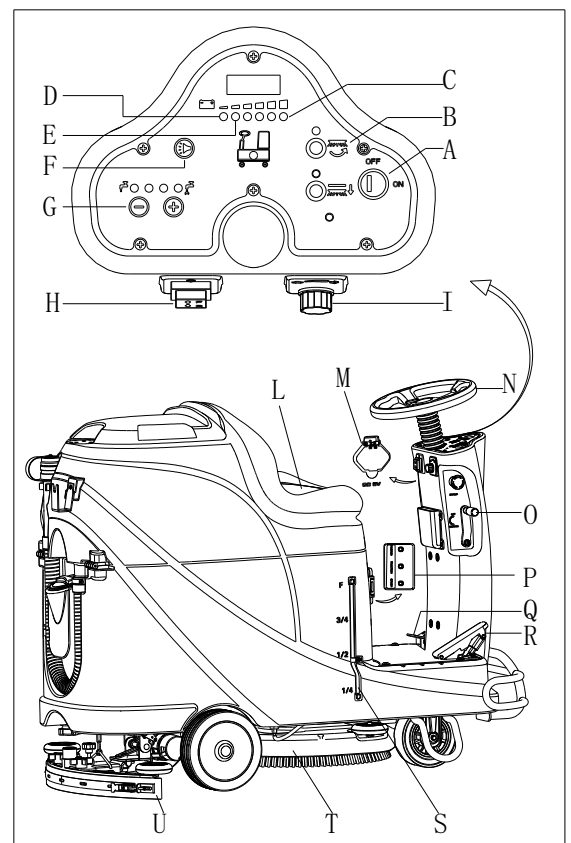

Figure 10
2. S'asseoir sur le siège (L, Figure 10), insérer la clé de contact (A) et la tourner vers « marche ». Si le voyant vert (C) est allumé, les batteries sont complètement chargées pour utilisation. Si le voyant jaune (E) ou le voyant rouge (D) est allumé, les batteries doivent être chargées avant de faire fonctionner la machine. [Se référer au chapitre ENTRETIEN pour la charge des batteries].
11. Desserrer la pédale d'accélération (R, Figure 10), la machine cesse de fonctionner.
12. Appuyer sur le bouton de la brosse (B) pour arrêter le moteur de la brosse.
13. Soulever l'ensemble de brosse (T) en appuyant sur la pédale (Q).
14. Soulever l'ensemble de raclette (U) par le levier de levage / de descente de la raclette (O) et quelques secondes plus tard le système d'aspiration s'arrête.